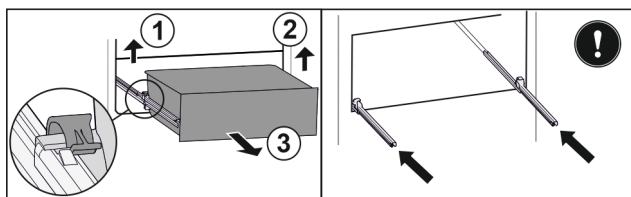

Fig. 20
- ▶ Zvedněte levou svorku a současně vytáhněte zásuvku vlevo dopředu. Fig. 20 (1)
- ▶ Zvedněte pravou svorku a současně vytáhněte zásuvku vpravo dopředu. Fig. 20 (2)
- ▶ Vyjměte zásuvku dopředu. Fig. 20 (3)